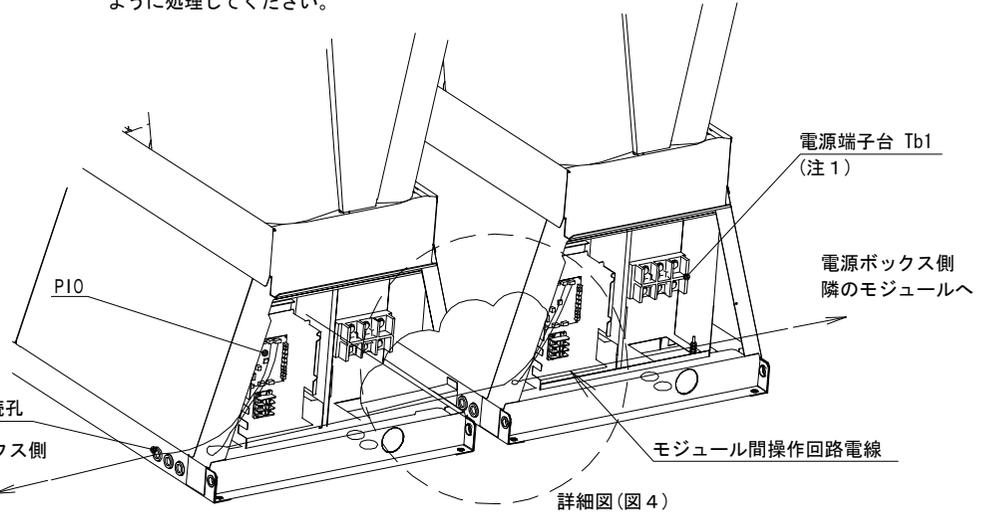
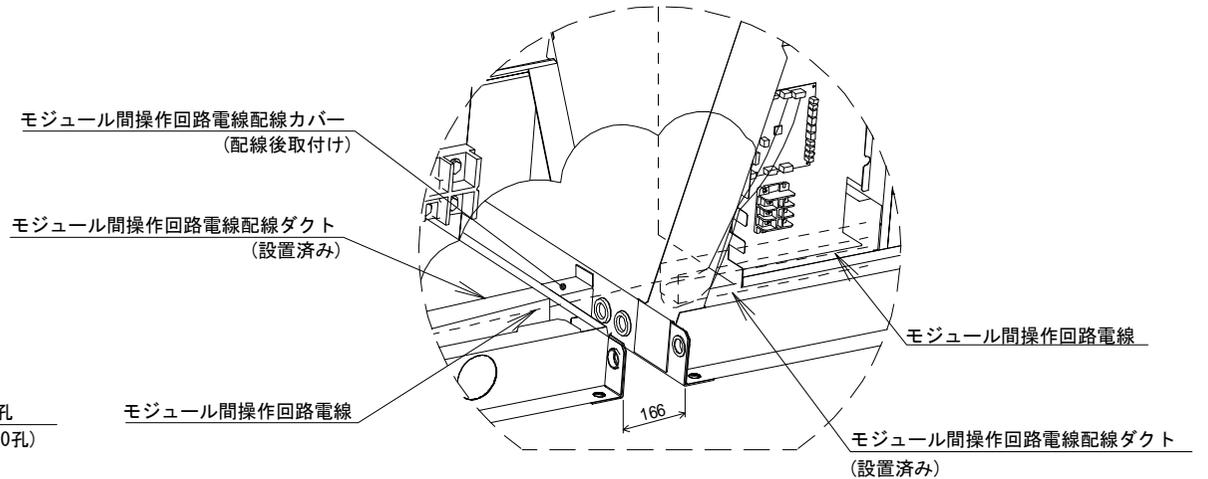

図3 モジュール間操作回路電線配線例
図4 詳細図
- 注3. 付属の配線を使用し、モジュール間の操作回路電線の接続を行ってください。(図3)その後、付属の操作回路電線配線カバーをモジュール間に取付けて下さい。(図4)(モジュール間を最小寸法(下部モジュール間隔166mm)で連結設置していない場合には、付属の操作回路電線および配線カバーを使用することはできません。その場合にはモジュール間距離を考慮した電線および配線保護を手配し、施工してください。)